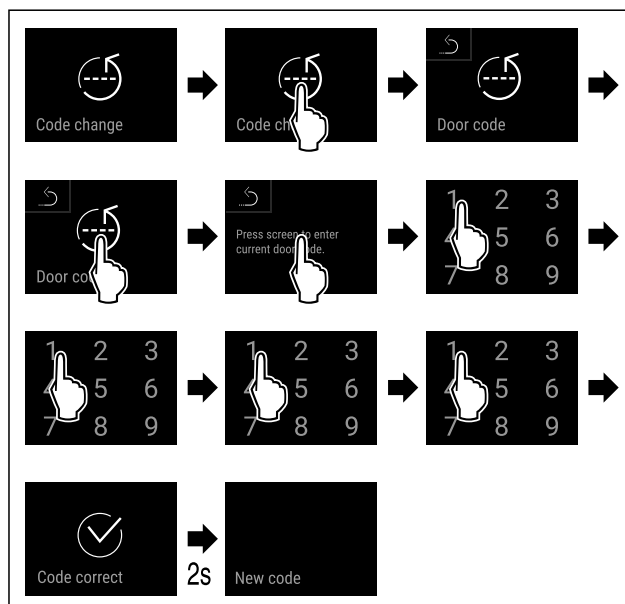

Fig. 91
- Handlungsschritte (siehe Fig. 91) durchführen.